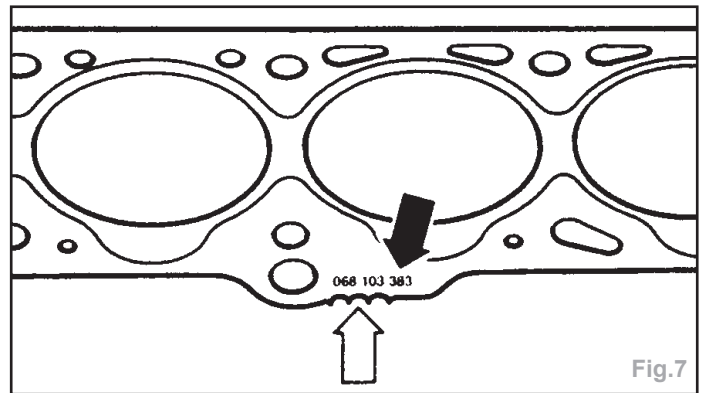

Fig.7
-Repérage du joint de culasse (Fig.7) :